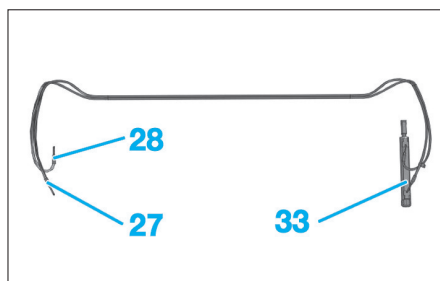

Fig. 128
- Déposer l'ensemble vérin gauche (33) et canalisations hydrauliques (27), (28) (Fig.128).